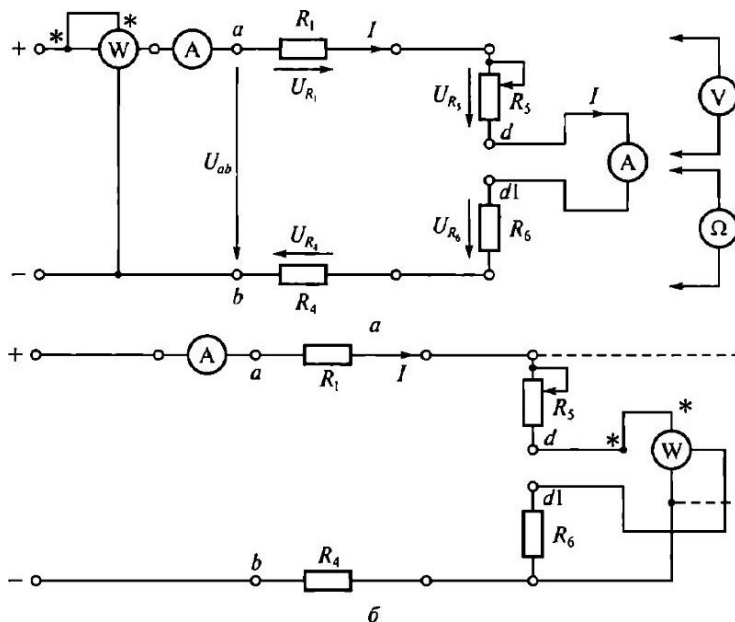

Рис. 2.1. Схемы ЭЦ постоянного тока для проверки:
3.2. Записать в протоколе испытаний применительно к ЭЦ, показанной на рис. 2.1, выражения для закона Ома, 2-го правила Кирхгофа и баланса мощностей.
3.5. Собрать ЭЦ в соответствии с рис. 2.1, а, установив вместо перемычки d — d1 миллиамперметр постоянного тока. После проверки схемы преподавателем подать в ЭЦ постоянное напряжение U_{ab} . Установить любое значение U_{ab} в пределах 10 ... 20 В и занести это значение в табл. 2.1.
3.8. Не изменяя сопротивления резистора R_5 и напряжения питания $U_{аб}$, измерить с помощью ваттметра мощность, потребляемую каждым элементом ЭЦ и всей цепью ($P_{аб}$). Для этого токовую катушку ваттметра включать последовательно с исследуемой ветвью, в катушку напряжения — параллельно ветви (см. рис. 2.1, б). Результаты занести в табл. 2.1.
5.2. Записать в протоколе испытаний применительно к ЭЦ, показанной на рис. 2.1, выражения для закона Ома, 2-го правила Кирхгофа и баланса мощностей.
5.3. В табл. 2.4 даны значения сопротивлений ЭЦ, приведенной на рис. 2.1. Напряжение питания U_{ab} задается преподавателем.